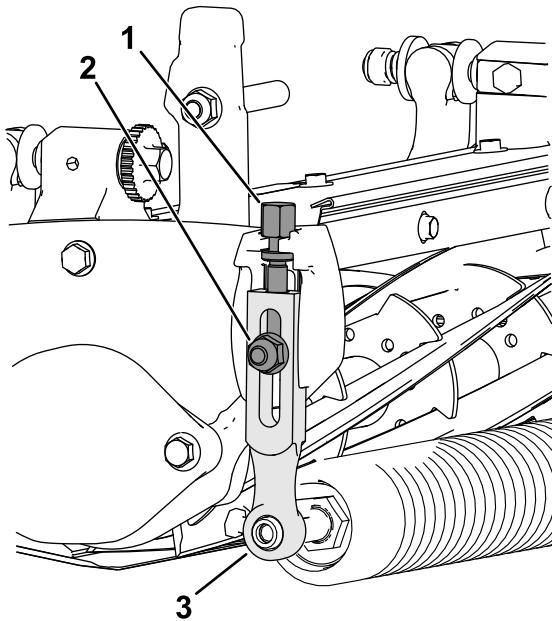

Рисунок 9
1. Ослабьте контргайки, которые крепят рычаги регулировки высоты скашивания к боковым пластина姆 режущего блока (Рисунок 9).